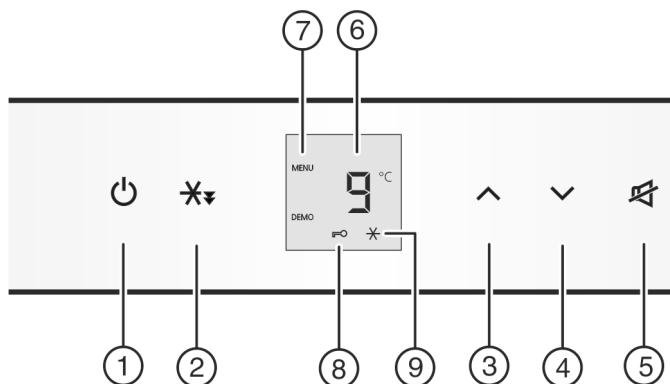

Fig. 2
- ▶ Appuyer sur la touche On/Off Fig. 2 (1).
- ▶ Activer le mode de réglage : Appuyer sur la touche de refroidissement rapide Fig. 2 (2) pendant 5 s environ.
- ▶ Pour activer la sécurité enfants, appuyer brièvement sur la touche de refroidissement rapide Fig. 2 (2).
- ▷ Le symbole Sécurité enfants Fig. 2 (8) est allumé. L'affichage **c** clignote.
- ▶ Pour désactiver la sécurité enfants, appuyer brièvement sur la touche de refroidissement rapide Fig. 2 (2).
- ▷ Le symbole Sécurité enfants Fig. 2 (8) s'éteint. L'affichage **c** clignote.
- ▶ Désactiver le mode de réglage : appuyer sur la touche On/Off Fig. 2 (1).
- ▶ Augmenter la température : appuyer sur la touche de réglage Up Fig. 2 (3).
- ▶ Diminuer la température : appuyer sur la touche de réglage Down Fig. 2 (4).
- ▶ Appuyer brièvement sur la touche refroidissement rapide Fig. 2 (2).
- ▷ Le symbole refroidissement rapide Fig. 2 (9) s'allume sur l'affichage.
- ▷ Le symbole refroidissement rapide Fig. 2 (9) s'éteint sur l'affichage.